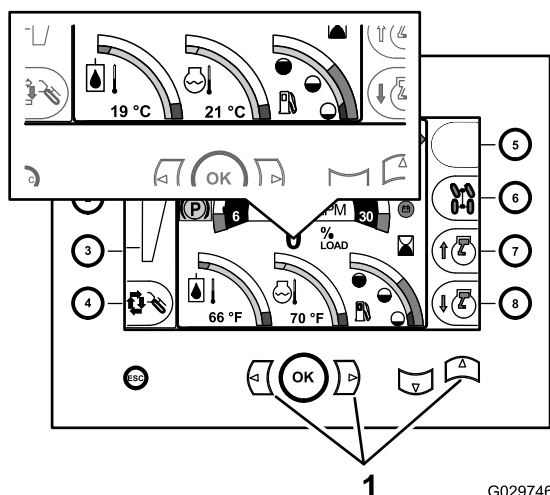

Figura 32
1. Visualizzate la schermata home del centro di comando (Figura 32).
2. Premete i pulsanti sinistro+destra+su (Figura 32).